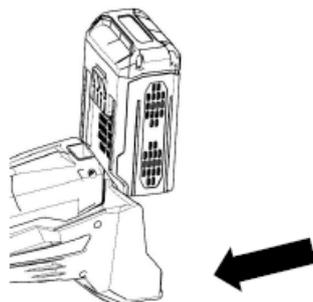

Fig .4
1. Inserte la batería en las ranuras hasta que escuche un sonido "clic" (Fig. 4).